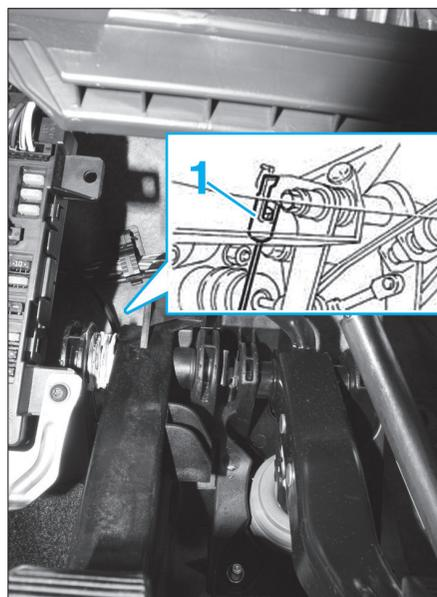

FIG. 3
- Depuis l'habitacle, décrocher de la pédale, l'agrafe (1) du câble d'embrayage (Fig.3).